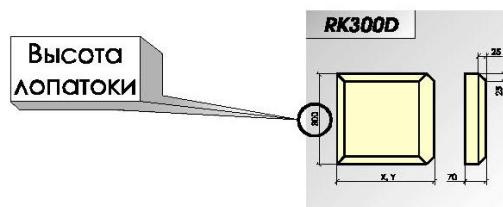

Рис. 8. Определение высоты лопатки.
4. Копируем бланк заказа со стр. 40-1. Начинаем заполнять бланк заказа. Записываем артикул модификации лопаток. Количество лопаток определяем отношением общего количества погонных метров лопаток к высоте одной лопатки (рис. 8. Определение высоты лопатки). Полученное число округляем до целого вверх и вносим в